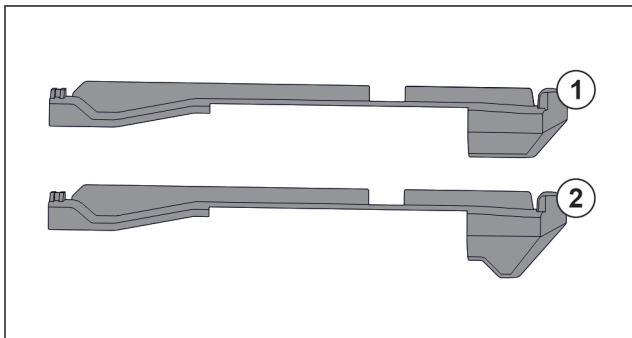

Fig. 36 Porovnání nasazovacích dílů
V přístroji se nacházejí dva různé nasazovací díly. Nasazovací díl nad nejspodnější zásuvkou Fig. 36 (2) má hranu trojúhelníkového tvaru. Všechny ostatní nasazovací díly Fig. 36 (1) mají rovnou hranu.
- ▶ Nasazovací díl Fig. 36 (2) s hranou trojúhelníkového tvaru připevněte nad nejspodnější zásuvkou.
- ▶ Nasazovací díl Fig. 36 (1) s rovnou hranou připevněte na všech ostatních místech.